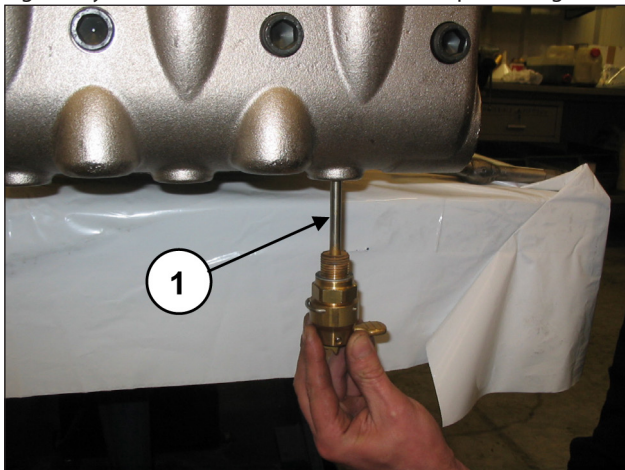
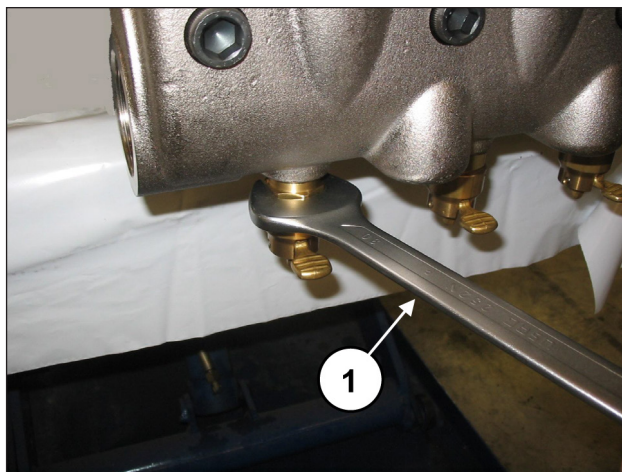

Fig. 136
Fig. 137
Aplicar los dispositivos de apertura de las válvulas (pos. ①, Fig. 136) y enroscarlos con la llave de 30 mm (pos. ①, Fig. 137).